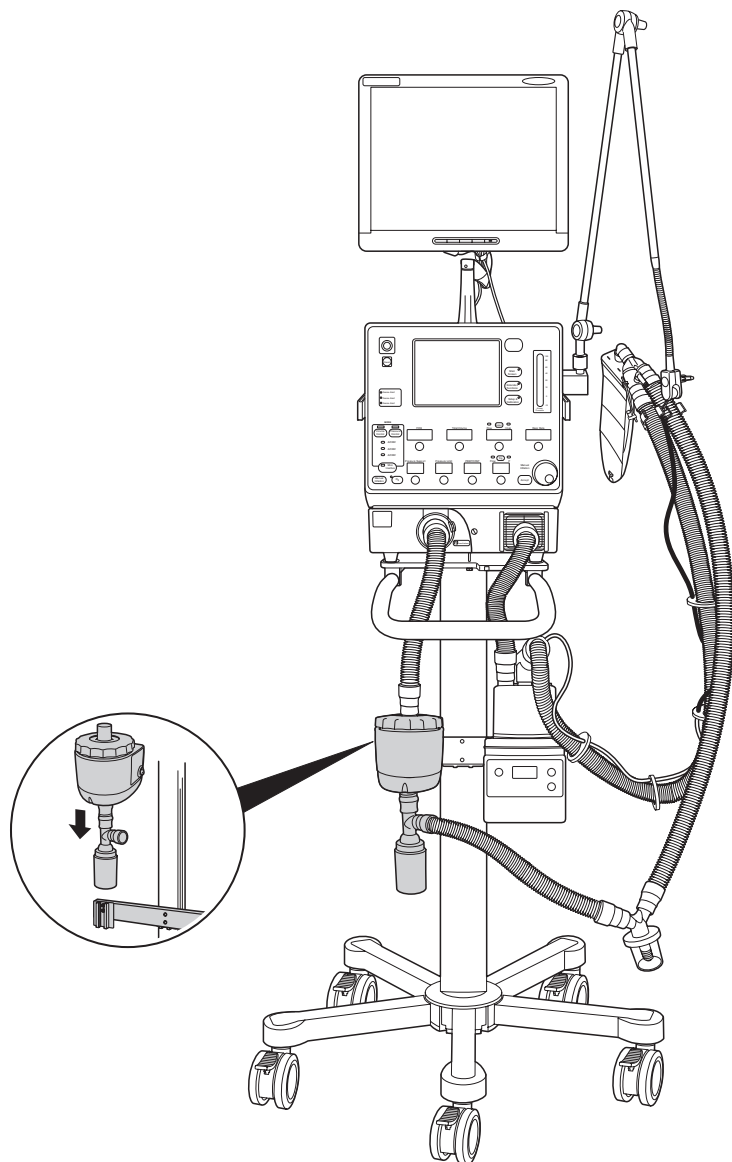

Рис. 3-3. Монтаж нагревателя фильтра выдоха
6. Дополнительно. Установите комплект нагревателя фильтра выдоха (инструкция прилагается к комплекту нагревателя). См. рис. 3-3.